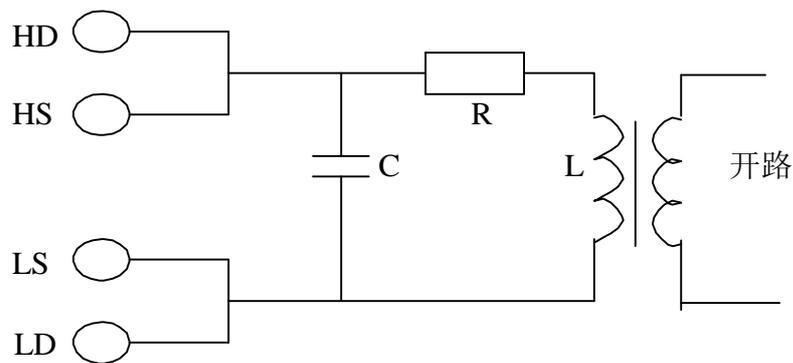
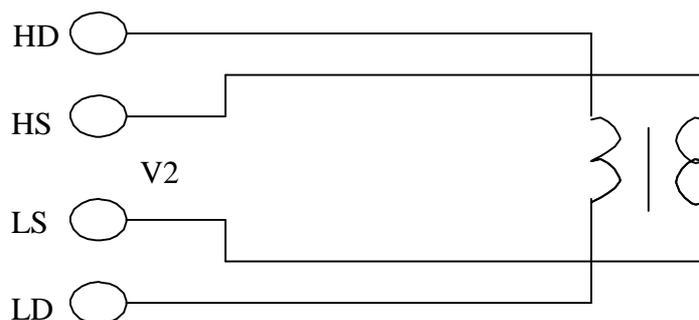

图3-6 初、次级电感测量
图3-10 次级电压测量
**初、次级电感量的测量。**使用图 3-6 的方法，可直接测量初级电感量 (L1) 和次级电感量 (L2)，注意测量时应使其他绕组开路，测量结果包括电容 C 的影响。
匝比的测量：JK2817 不能直接进行匝比的测量，需通过两步方可得到匝比，测量时将仪器显示状态设定为“V/I”，使显示器显示电压和电流值，首先按图3-6 测量初级电压，记录下显示器A 的电压读数V1，然后HD 与LD 不动，将HS 和LS 接至次级，见图3-10，记录下此时显示器A 的读数V2，根据 $N = V1 / V2$ ，即可计算出匝比N。